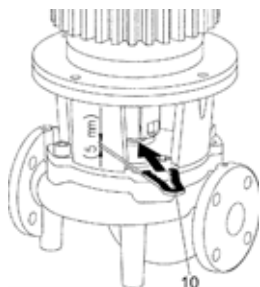

Fig. 45: Postavljanje montažne viljuške
- Umetnuti montažnu viljušku (Fig. 45, poz. 10) između laterne i spojnice. Montažna viljuška mora da nalegne bez zazora.